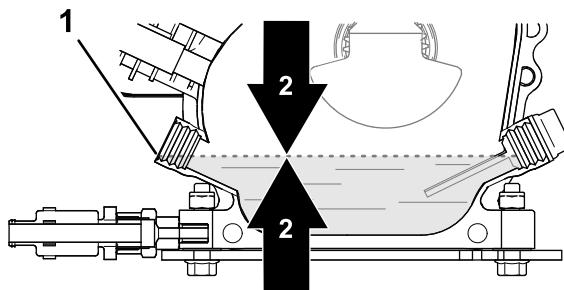

Figura 28
4. Compruebe el nivel de aceite (Figura 28).